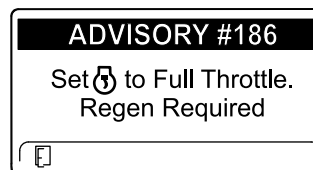

Figure 43
**Remarque:** Si l'InfoCenter affiche l'AVIS N° 186 (Figure 43), réglez le moteur au régime maximum (ralenti accéléré) pour que la régénération commandée puisse se poursuivre.